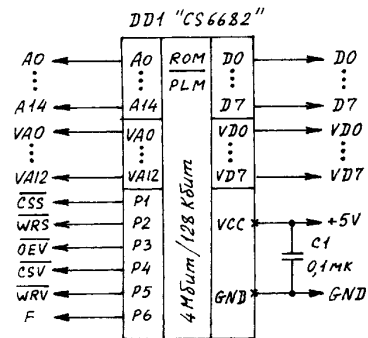

рис. 6
**Картриджи с PLM** – это наиболее сложные для анализа разновидности. В общем случае они могут иметь префикс ADR-PLM-, DAT-PLM-, RES-PLM-. При наличии DAT-PLM-картриджа, состоящего из одной БИС (рис.6), входы внутреннего дешифратора банков подключают к одному или нескольким разрядам шины данных D0-D7, а выходы – к старшим адресным разрядам S-ROM и V-ROM. Активизация дешифратора осуществляется сигналами /WRS, /CSS, при этом формально происходит еще и запись в ПЗУ.